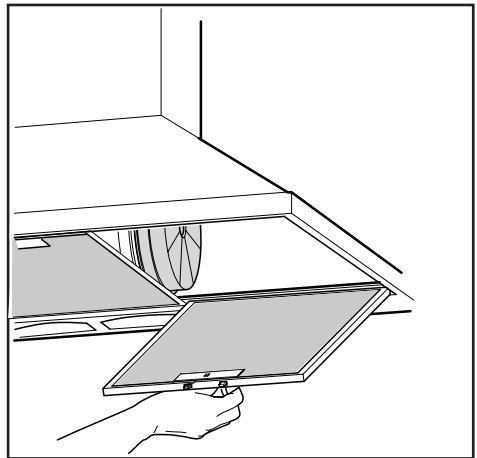

Fig.7
• La distanza minima fra la superficie di supporto dei recipienti di cottura sul dispositivo di cottura e la parte più bassa della cappa da cucina deve essere di almeno 65 cm. Se dovesse essere usato un tubo di connessione composto di due o più parti, la parte superiore deve essere all'esterno di quella inferiore. Non collegare lo scarico della cappa ad un condotto in cui circoli aria calda o utilizzato per evacuare fumi degli apparecchi alimentati da un'energia diversa da quella elettrica. Prima di procedere alle operazioni di montaggio, per una più facile manovrabilità dell'apparecchio disinserire il filtro/i antigrasso (Fig.7).